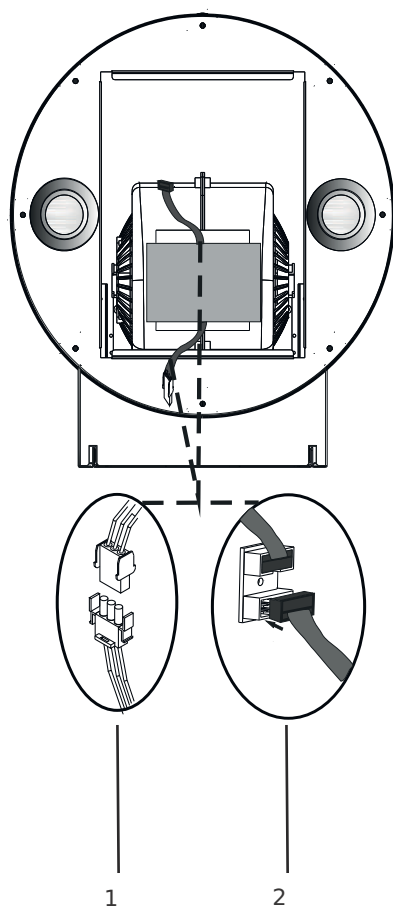

Fig. 18 1- Tilslutning af lampesokkel 2-
7. ➡ Tilslut fatningen og afbryderforbindelserne (Fig. 18). Installer aluminiumsfilterpatronen.